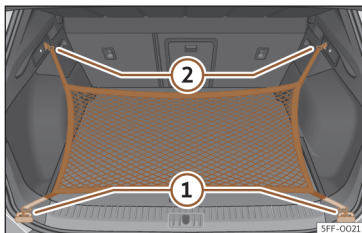

Fig. 119 Na bagageira: argolas ① e ganchos ② para fixar o saco de rede.
- Fixe os ganchos curtos da rede nas argolas de fixação»» Fig. 119 ① »» ⚠. O fecho de correr do saco deve ficar voltado para cima.
- Fixe as fitas nos ganchos para prender sacos ②.